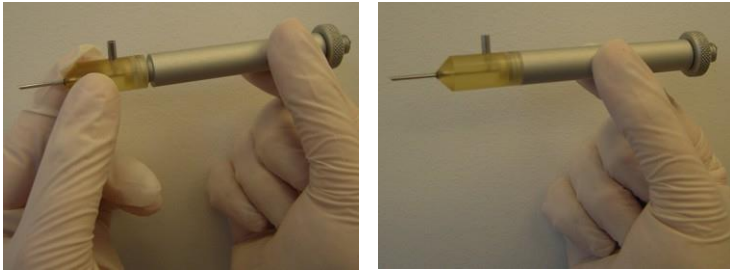

Figure 3-80. Vissage de la tête au corps de la pièce à main
- Vissez la tête à la pièce à main, comme illustré à la Figure 3-80.